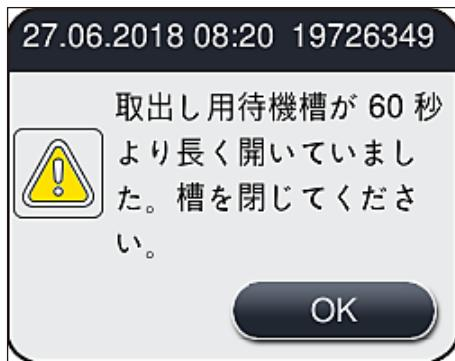

図 77
- ・取出し用待機槽を 60 秒以上開けたままにすると、情報メッセージ (→ 図 77) が表示されます。